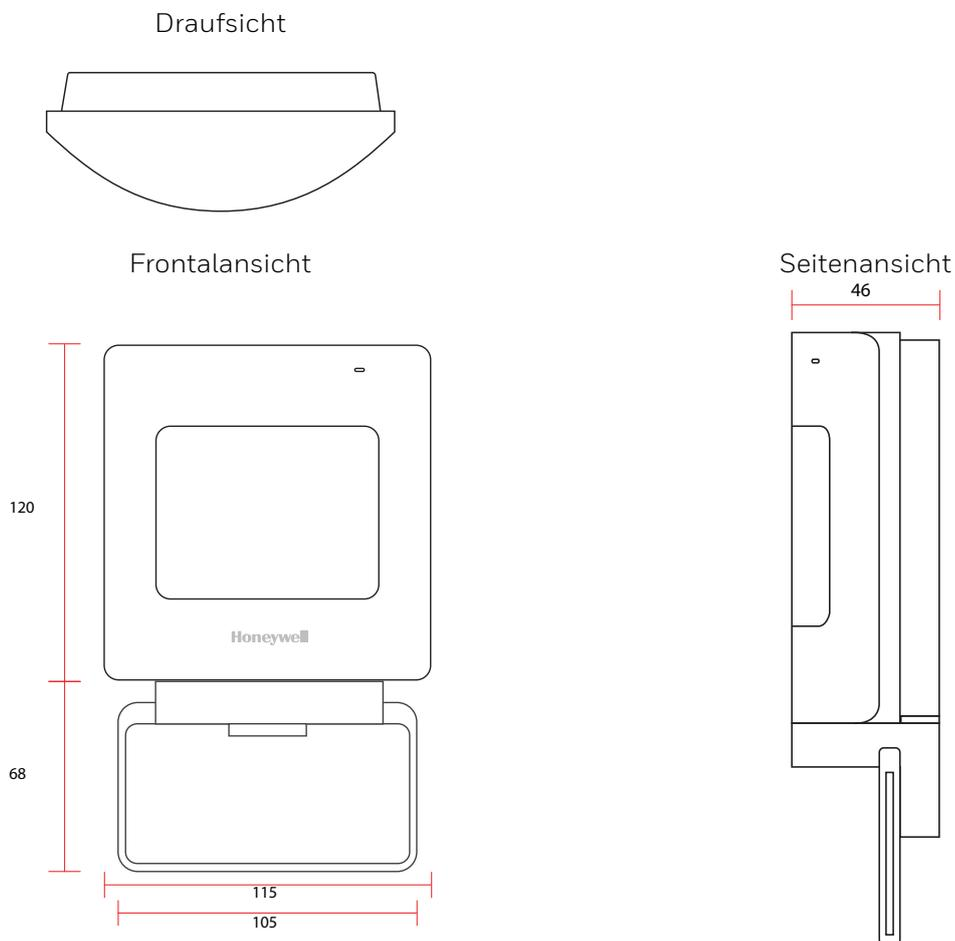

Abb. 1: Maße Systemo Elektronikmodul SEM(+) mit Namensschild
- Die ordnungsgemäße Funktion des Systemvo Elektronikmoduls ist nur bei korrekter Montage gem. Abb. 1–5 gewährleistet!